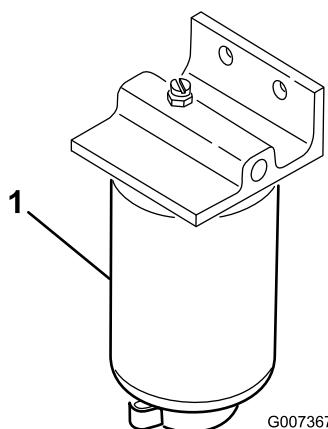

Рисунок 27
2. Поместите под топливный фильтр сливной поддон (Рисунок 27).
3. Откройте пробку сливного отверстия на днище топливного фильтра и слейте всю накаплившуюся воду (Рисунок 27). Затяните сливную пробку после слива.